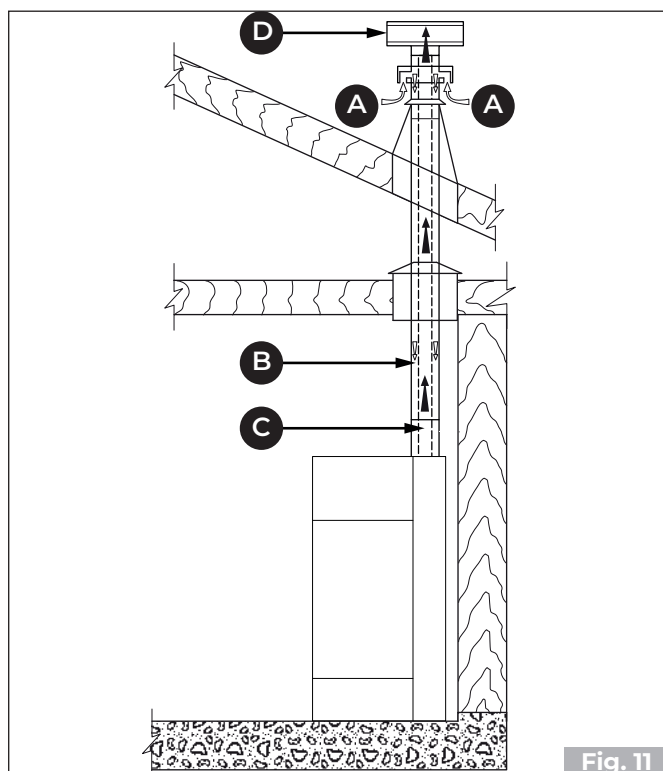
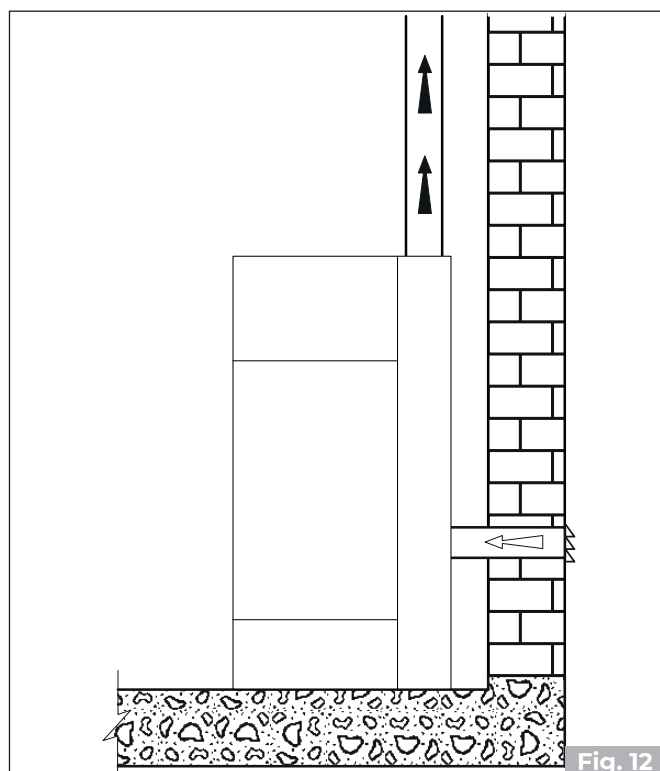
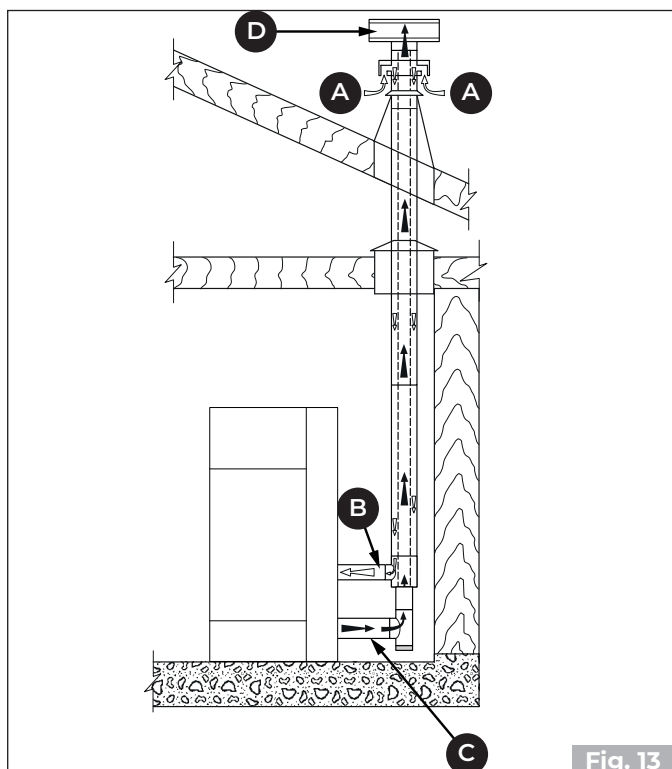
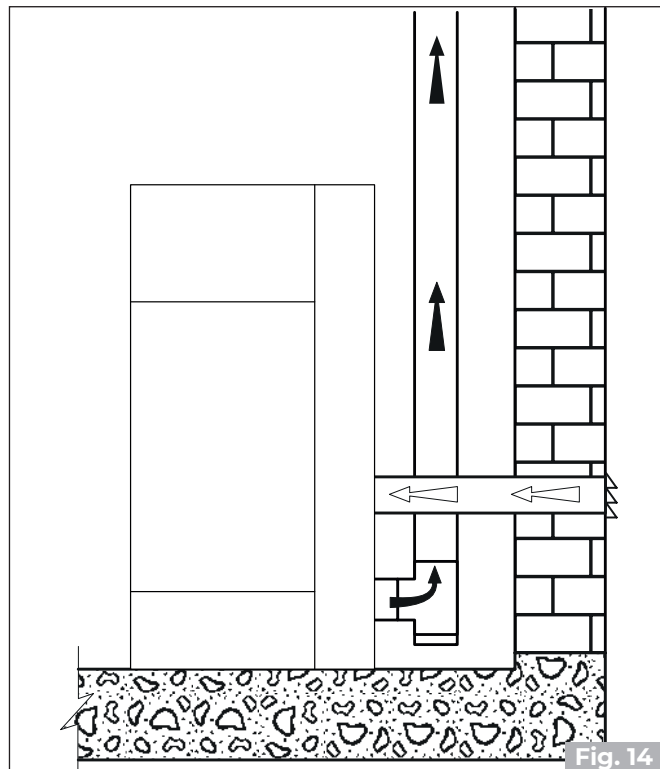

Fig. 11
Fig. 12
Fig. 13
Fig. 14
- il peut provenir directement de l'extérieur à travers un raccordement direct à la chambre de combustion («Fig. 11» «Fig. 12»).
- canaliser l'air de combustion en utilisant un tube d'échappement coaxial pour l'expulsion des fumées et le prélèvement de l'air (Fig. 11 - Fig. 13 - A, B = Arrivée d'air, C, D = Évacuation des fumées) ; il n'est donc pas nécessaire de faire une prise d'arrivée d'air classique dans la pièce.
- relier l'entrée d'air de combustion de l'appareil à la prise d'air avec un conduit approprié (Fig. 12-Fig. 14).